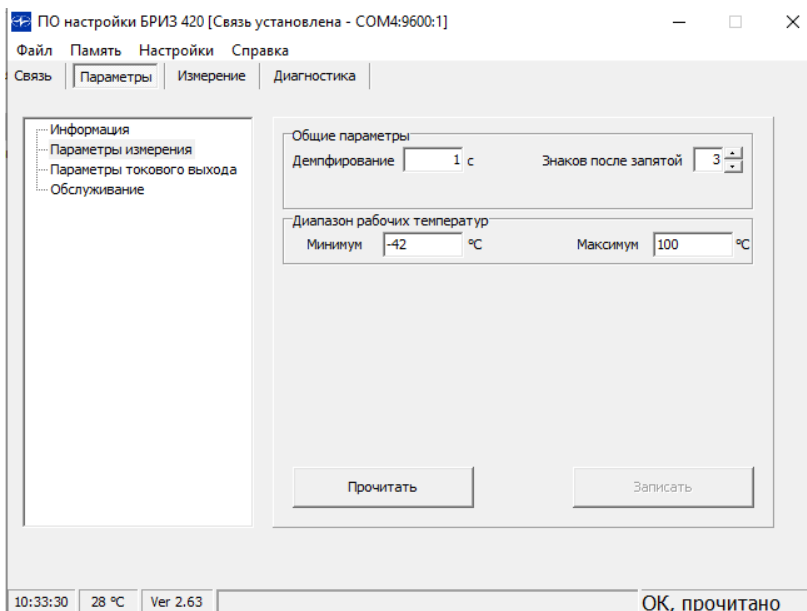

Рисунок 2.3
2.4.5 Просмотр информации о БРИЗ осуществляется в меню «Информация». Данные, доступные для чтения по HART-протоколу приведены в таблице 2.7 (рисунок 2.3).